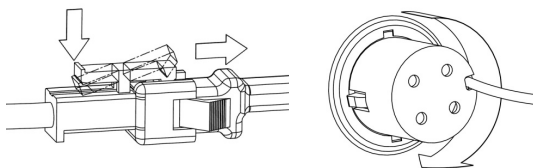

Рис. 13
2. Отключите розетку и вилку разъема лампы как показано на рис. 13.